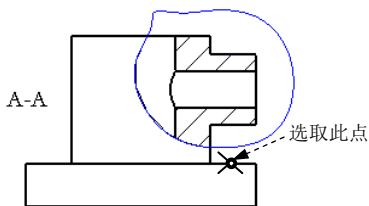
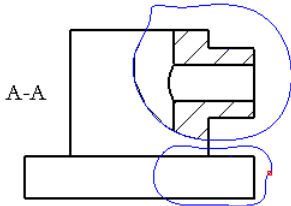

图 3.8.33 截面间断的中心点
图 3.8.34 草绘轮廓线
(2) 首先在系统 **选择截面间断的中心点< B >** 的提示下, 在图 3.8.33 所示的投影视图的边线上选取一点, 然后在系统 **草绘样条, 不相交其它样条, 来定义一轮廓线** 的提示下, 绘制图 3.8.34 所示的样条线来定义局部剖视图的边界, 当绘制到封闭时, 单击中键结束绘制。
(3) 单击“绘图视图”对话框中的 **确定** 按钮, 此时主视图除了显示 A-A 局部剖视图外, 还显示 B-B 局部剖视图。